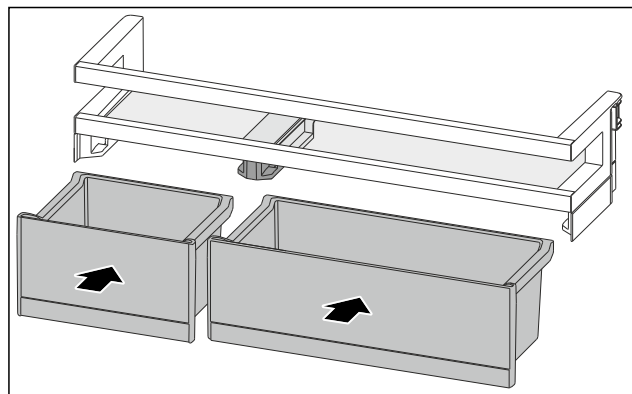

Fig. 88
- Inserire i VarioBox in posizione scambiata. (vedere Fig. 88)